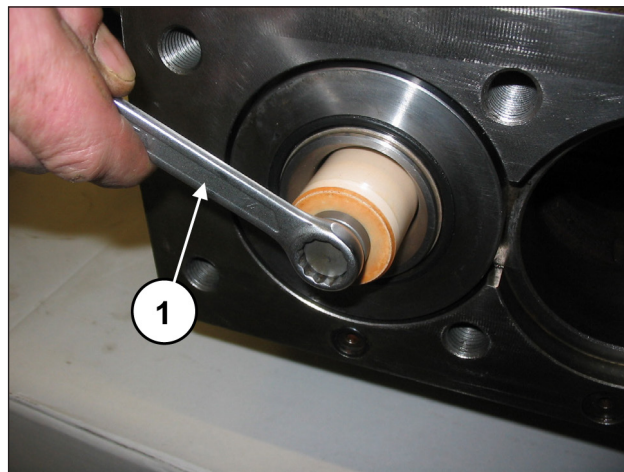

Fig. 138
Démonter les pistons en desserrant les vis de fixation (rep. ①, Fig. 138).